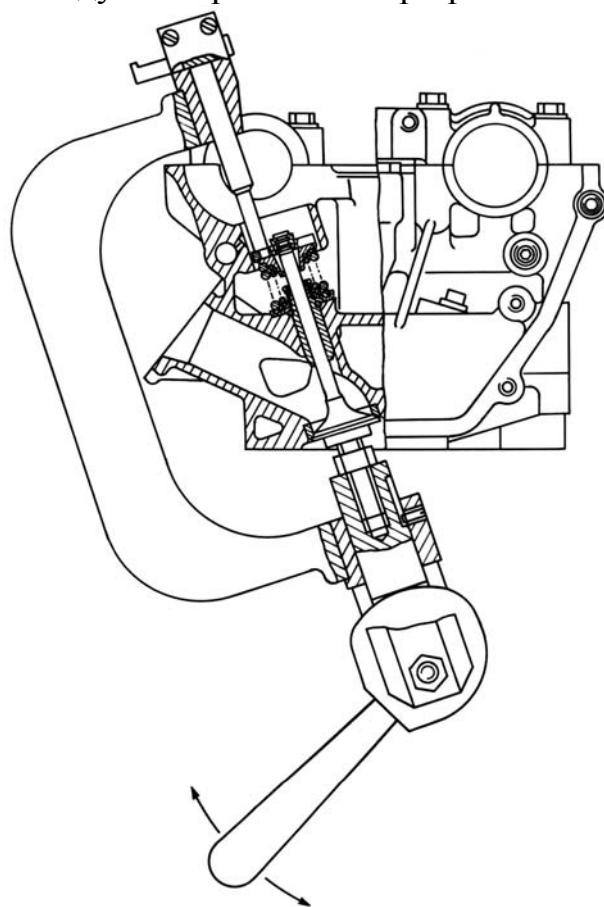

Рис. 3.2.45. Снятие клапанных пружин при помощи приспособления
– с помощью приспособления (рис. 3.2.45) произвести демонтаж пружин клапанов. Чтобы тарелка пружин клапана сошла с сухарей, нужно после сжатия пружин слегка ударить рукояткой молотка по тарелке приспособления;